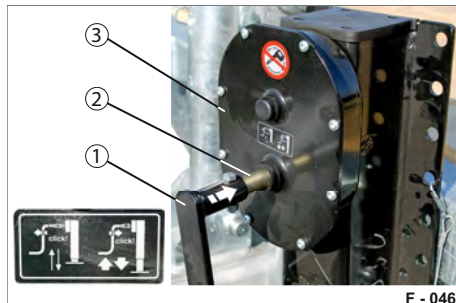

Abb. 71 Lastgang einschalten
- ▶ Belassen Sie die Kurbelwelle (Abb. 71/2) im Lastgang (eingedrückt).
- ▶ Drücken Sie die Kurbelwelle (Abb. 71/2) in den Lastgang ein.